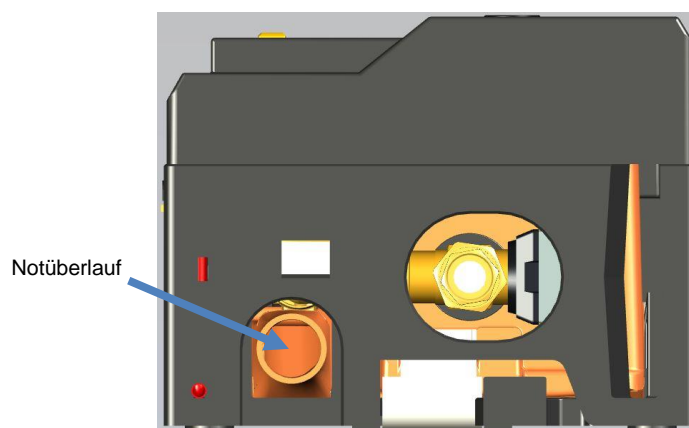

Abbildung 11: Anschluss Notüberlauf
- Das DN 50 Ablaufrohr des Gerätes (siehe Abbildung 11) über eine freie Fallstrecke von mindestens 50 mm und einem nachgeschalteten DN70-Trichter in Kanal oder Hebeanlage einleiten.